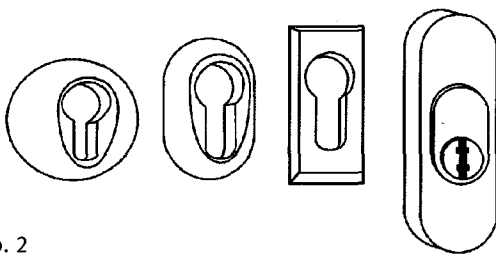

Abb. 2
1. Alle Außentüren (nicht Innentüren) besitzen ein Zylinderschloss mit mindestens 5 Stiftzuhaltungen (s. Abb. 2).  ja  nein  wird angebracht